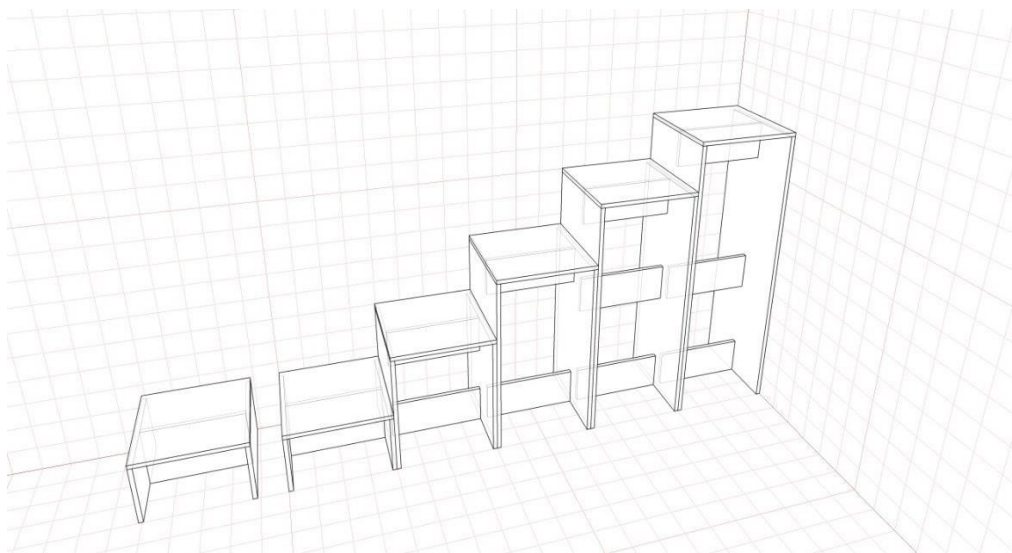

Рис. 5. Образцы смотровых площадок (без мостовых перекрытий)
2.5.2.3.2. Габариты смотровой площадки 40x40 см (Рис. 5). Высота нахождения смотровых площадок не ограничивается, но гарантируется, что перепад между площадками не может быть более 45 градусов.